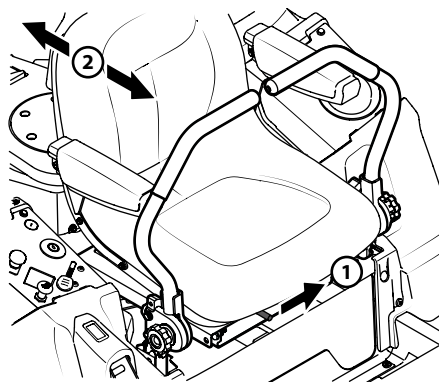

Figura 2-6
1. Para ajustar la posición del asiento, empuje la palanca de ajuste del asiento hacia la izquierda. Consulte Figura 2-6.
2. Deslice el asiento hacia adelante o hacia atrás hasta la posición deseada; luego suelte la palanca de ajuste. Asegúrese de que el asiento esté fijo en su posición antes de operar el tractor. Consulte Figura 2-6.